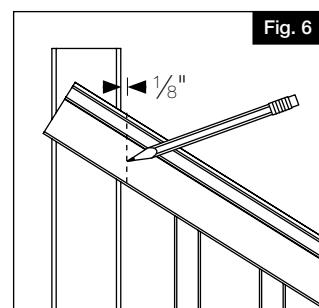

Fig. 6
- Tracer des marques pour le poteau sur chaque traverse (sur les deux extrémités des traverses supérieures et inférieures). Faire quatre marques au total en s'assurant de faire des marques  $\frac{1}{8}$  po (3,2 mm) plus courtes pour permettre la dilatation (Fig. 6).